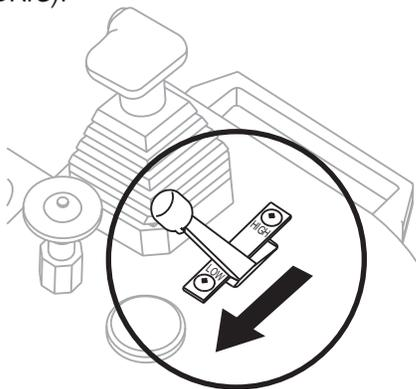

Abbildung 9. Engine Motor-Gashebel (niedrig)
4. Stellen Sie den **Motorgashebel** (Abb. 9) auf **LOW** (**NIEDRIG**).